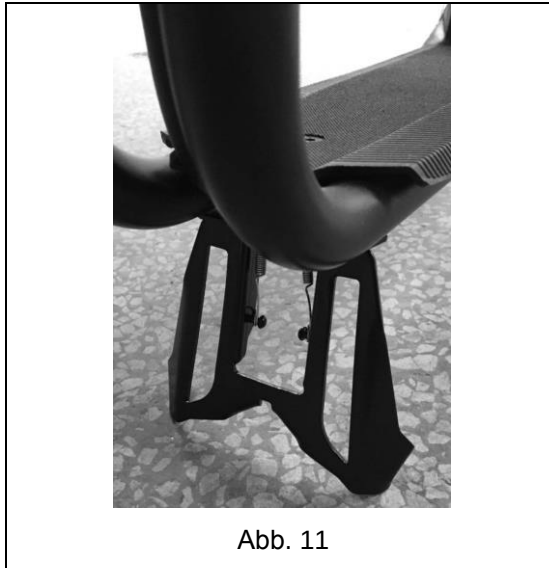

Abb. 11
10. Wenn sich der Ständer getrennt in der Verpackung befindet, schrauben Sie diesen auf den Rahmen im unteren Teil an (siehe Abb. 11).